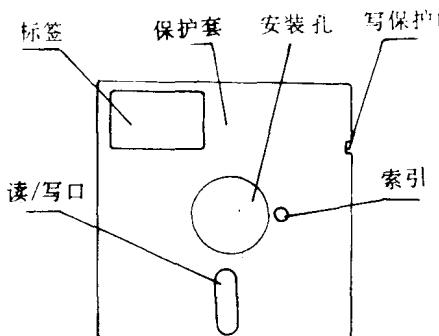
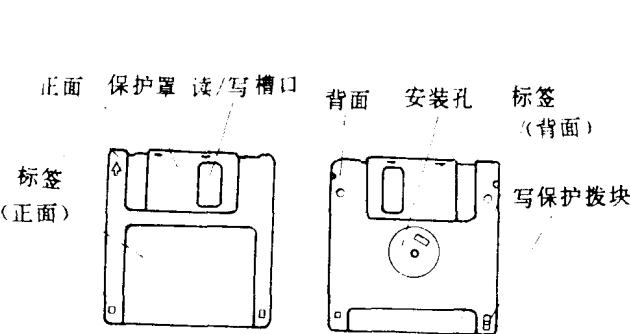

图 1-3 5 英寸软盘片
图 1-4 3 英寸软盘片
1. 软磁盘 由软盘片、软盘驱动器、适配卡三部分组成，存储容量为几百K 到几M 字节。软盘片用于存放信息；软盘驱动器是安装和读写软盘片的机电一体化部件，通过其上的读写磁头与盘片交换信息完成磁、电和电、磁转换及读、写控制功能，软盘驱动器在进行读写操作时，磁头与盘片是相接触的，从而提高了读写信号的分辨率，降低了磁盘对环境的要求；软盘适配器又称适配卡，它是软盘驱动器与主机板之间的接口。微机常用的软盘片有 5 英寸和 3 英寸之分（见图 1-3、图 1-4），5 英寸软盘片按容量大小又分为低密盘片（容量为 360KB）、高密盘片（容量为 1.2MB）。3 英寸盘片按容量大小分为 1.44MB 和 2.88MB，不同软盘片对应相应的软盘驱动器。